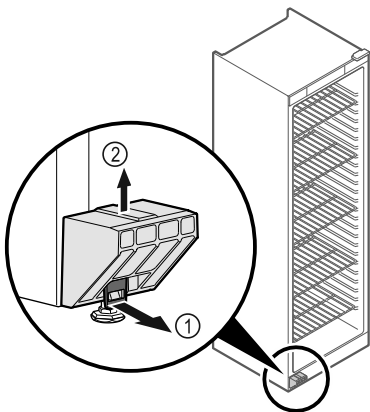

Fig. 1
- Tirer la languette Fig. 1 (1) vers l'avant.
- Retirer la sécurité de transport Fig. 1 (2) vers le haut.